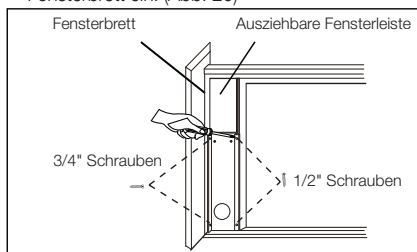

Abb. 20
3. Schließen Sie das Fenster fest, sodass die ausziehbare Fensterleiste sicher in Einbaulage sitzt. (Abb. 20)
4. Schrauben Sie zwei 1/2-Zoll-Schrauben zur Befestigung der ausziehbaren Fensterleiste am Schiebefenster ein. (Abb. 20)
5. Schrauben Sie zwei 3/4-Zoll-Schrauben zur Befestigung der ausziehbaren Fensterleiste am Fensterbrett ein. (Abb. 20)